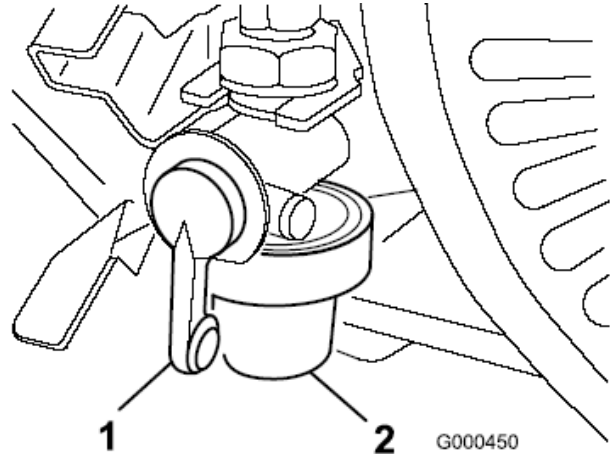

Figura 19
1. Cierre la válvula de cierre de combustible y desatornille el tazón del cuerpo del filtro (Figura 19).